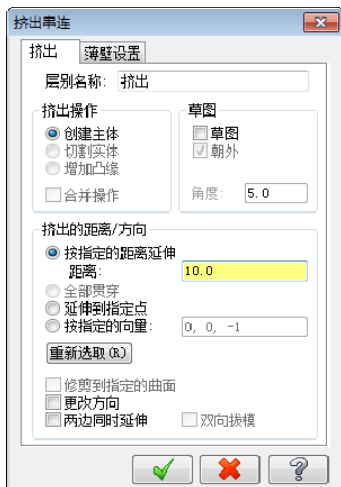
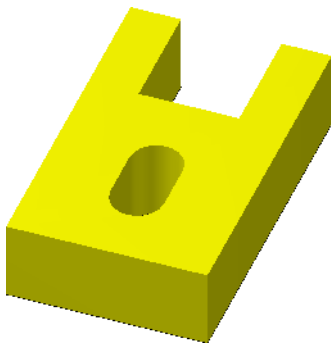

图 7-9 “挤出串连” 对话框
图 7-10 挤出实体的创建
- 04 系统弹出“挤出串连”对话框，选中“按指定的距离延伸”选项，输入延伸距离为 10，如图 7-9 所示。再单击对话框中的“确定”按钮，即可完成挤出实体的创建操作，结果如图 7-10 所示。